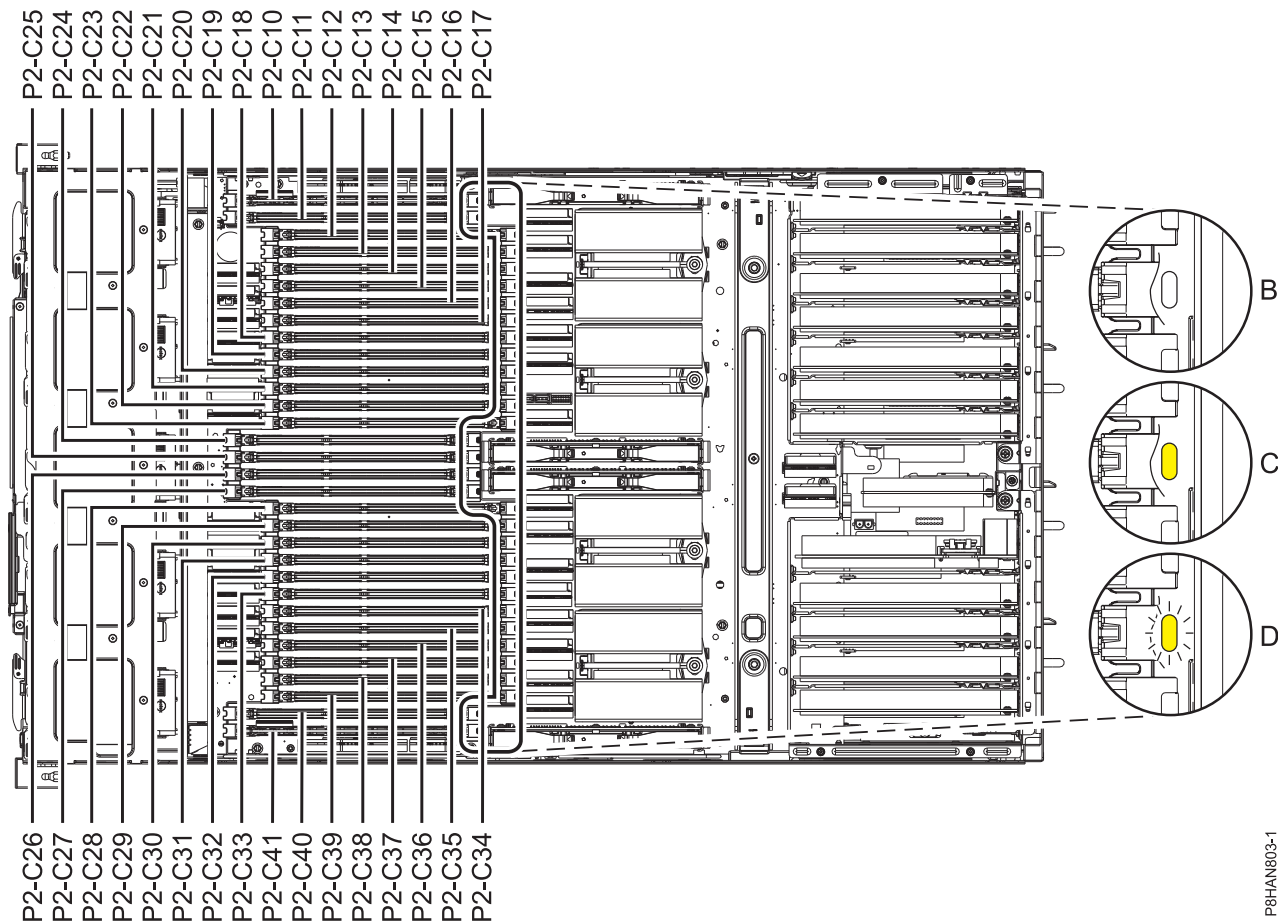

Abbildung 9. Position der Speichersteckplätze und LEDs
3. Suchen Sie die Speichersteckplatz-LED. Abb. 9 auf Seite 15 zeigt die Position der Speichersteckplätze und LEDs.